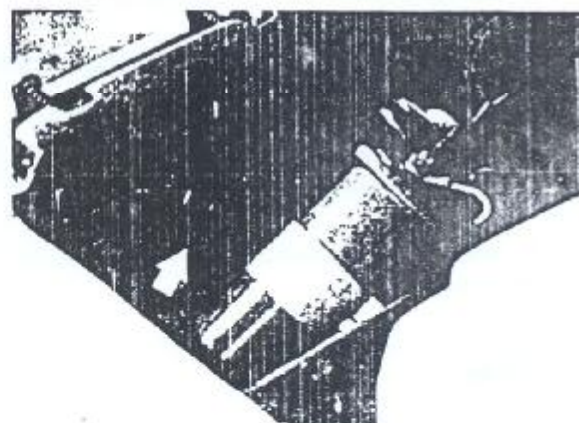

Figura 9.43.8 - Conector removido
3. Desencaixar o conector elétrico da parte traseira do farol (Figura 9.43.8).